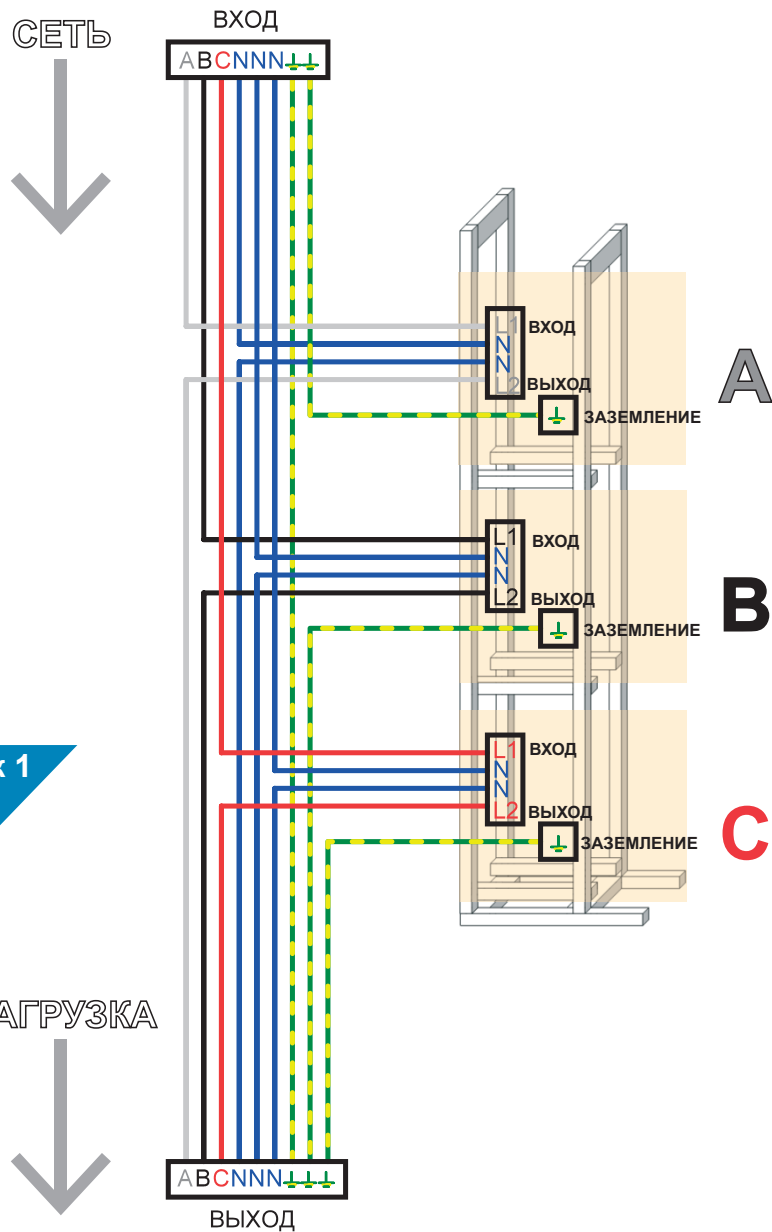
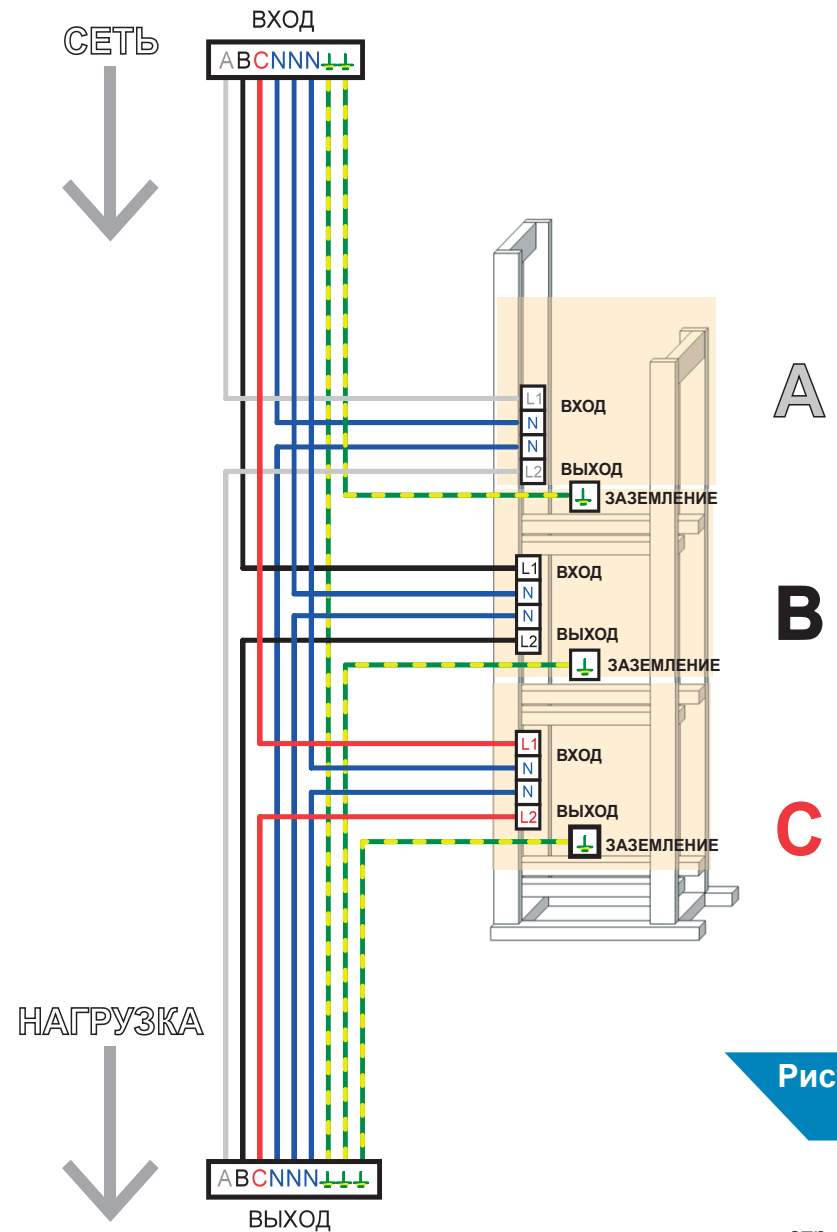

Рисунок 1
Рисунок 2
- 1.2. Произвести электромонтаж согласно монтажной схеме, приведенной на рис.1 для U-175 или рис.2 для G-155, строго соблюдая полярность подключения. Необходимо руководствоваться буквенной маркировкой на монтажной схеме, которая должна соответствовать маркировке на клеммах.